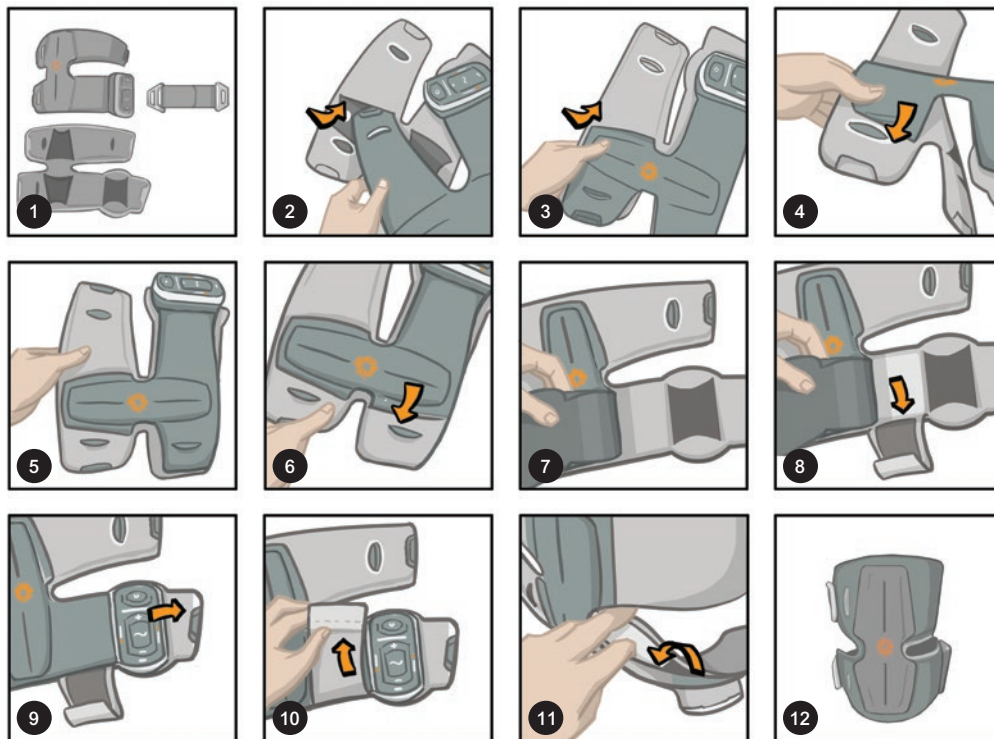

Ilustración 8-15: Sujeción de la cubierta de la banda de muslo para uso doméstico
1. Inserte primero el panel superior de la banda de EF del muslo en la cubierta y sujete el bolsillo de velcro alrededor del panel inferior. Consulte la ilustración 8-15.